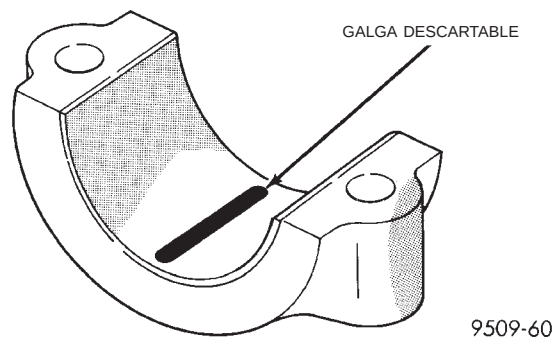

Fig. 4 Galga descartable colocada en el casco inferior
(1) Elimine la película de aceite de la superficie que desea verificar. Las galgas descartables son solubles en aceite.
(2) Coloque un trozo de galga descartable a lo ancho del casco de la tapa del cojinete, a aproximadamente 6,35 mm (1/4 de pulg.) del centro y lejos de los orificios de lubricación (Fig. 4). (Además, pueden verificarse áreas dudosas colocando en ellas la galga descartable.) Apriete los pernos de las tapas de los cojinetes que se están verificando con la torsión indicada en las especificaciones.
(1) Gire el cigüeñal hasta que la biela que desea verificar esté en el punto inferior de su recorrido.
(2) Elimine la película de aceite de la superficie que desea verificar. Las galgas descartables son solubles en aceite.
(3) Coloque un trozo de galga descartable a lo ancho del casco de la tapa del cojinete a aproximadamente 6,35 mm (1/4 de pulg.) del centro y lejos de los orificios de lubricación (Fig. 4). Además, pue-